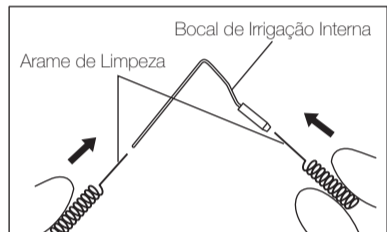

Fig. 12
- 1) Limpe o bocal de irrigação interna e o bocal de irrigação externa (interna e externa) com o arame de limpeza (Fig. 12, 13).